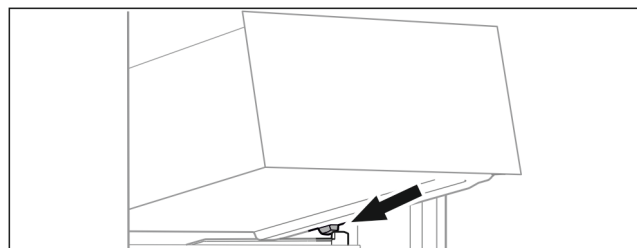

Fig. 22
- ▶ Наклоняя вниз, установите выдвижной ящик за стопоры на контейнерное ребро Fig. 22 ().